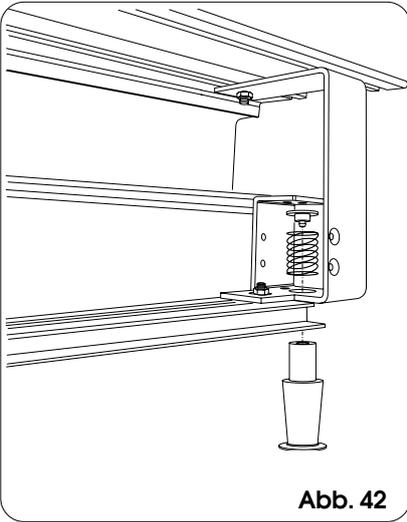
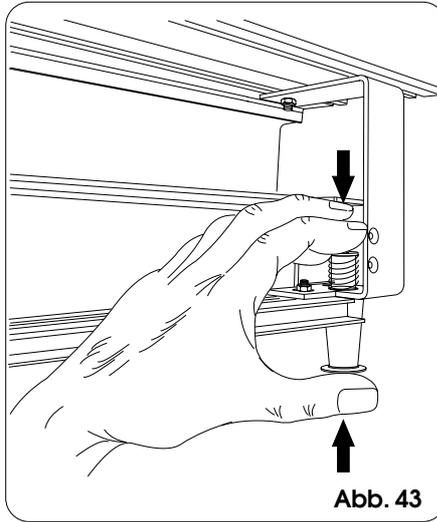

Abb. 42
Abb. 43
- Den Freigabegriff entsprechend dem Seitenbügel gegenüber der Schließkante montieren, wie in den Abb. 42 und Abb. 43 gezeigt.